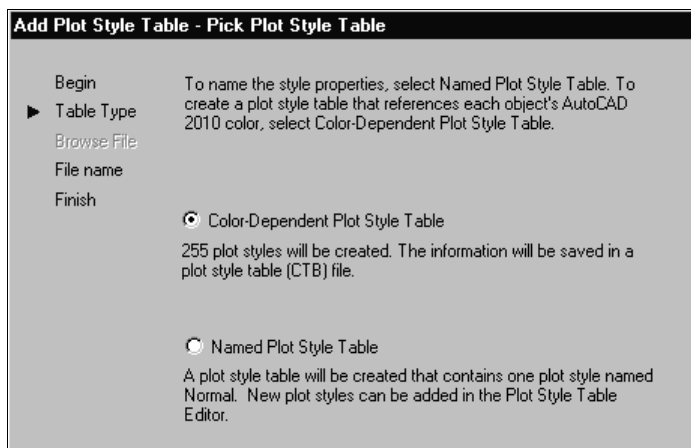

Рис. 23.22. Третья страница мастера создания стилей печати для выбора типа стиля печати
5. Щелкните мышью на кнопке **Next** (Далее) для перехода к следующей странице. Появится следующая страница мастера **Pick Plot Style Table** (Выбор типа таблицы) (рис. 23.22), на которой выберите тип стиля печати, установив переключатель в положение **Color-Dependent Plot Style Table** (Таблица цветозависимых стилей печати) или **Named Plot Style Table** (Таблица именованных стилей печати) соответственно.